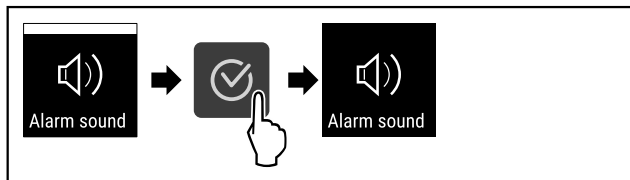

Fig. 80
- ▶ Stappen (zie Fig. 80) uitvoeren.